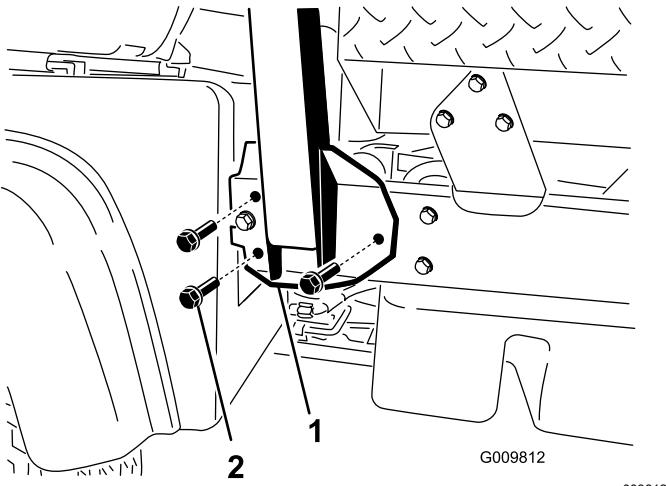

Figure 3
2. Placez chaque côté de l'arceau de sécurité en face des trous de montage de chaque côté du cadre de la machine (Figure 3).
3. Fixez le support de l'arceau de sécurité de chaque côté du cadre de la machine au moyen de 3 boulons à embase ($\frac{1}{2} \times 1\frac{1}{4}$ po) (Figure 3).